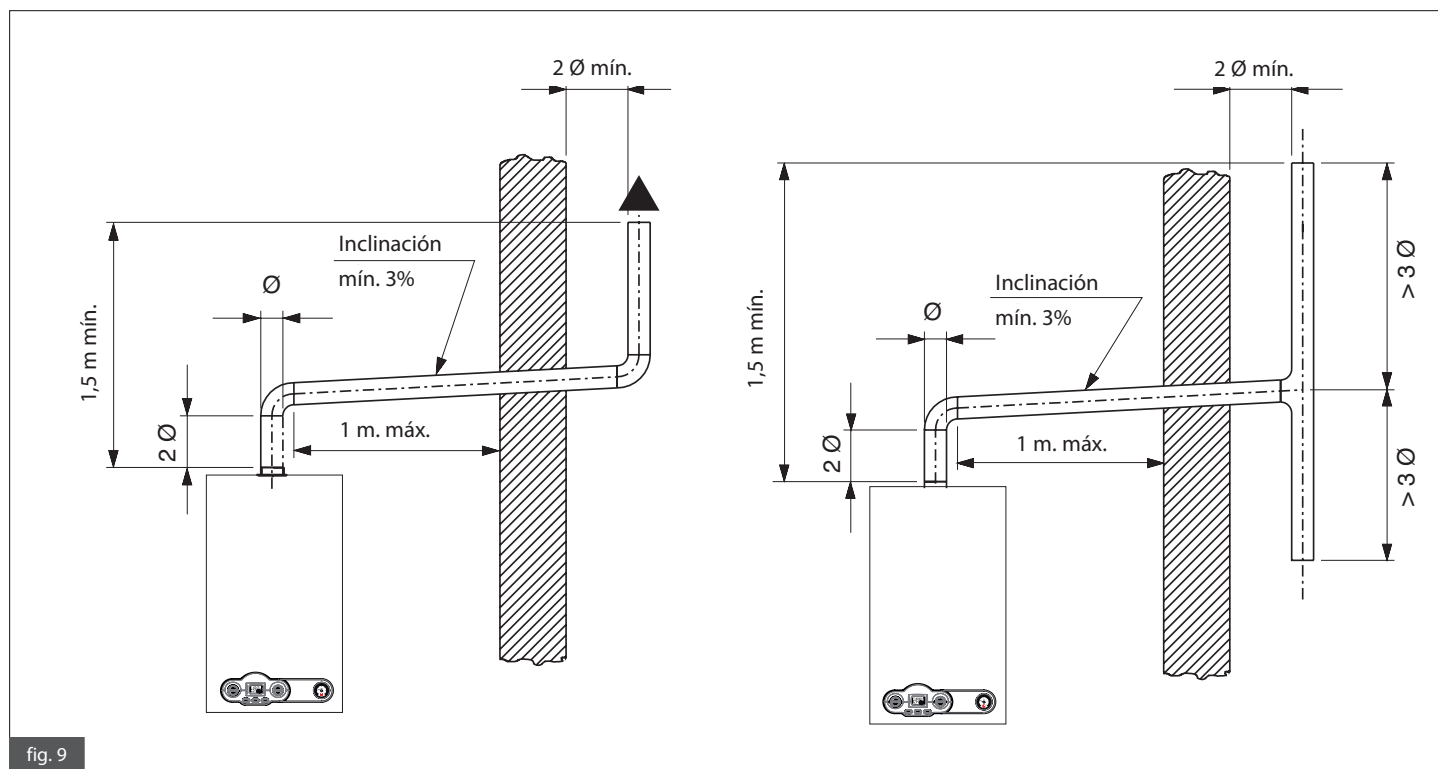

fig. 9
- el deflector debe estar por lo menos 1,5 metros por arriba del conducto de evacuación de la caldera (véase fig. 9).